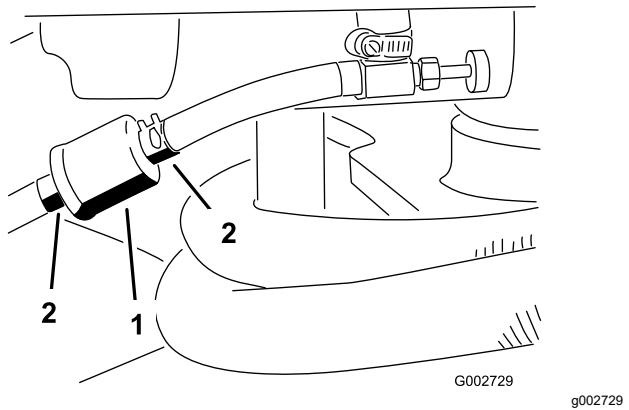

図 28
1. 燃料バルブを閉じ、フィルタのキャブレタ側についているホースクランプをゆるめ、燃料ラインからフィルタを外す図 28。